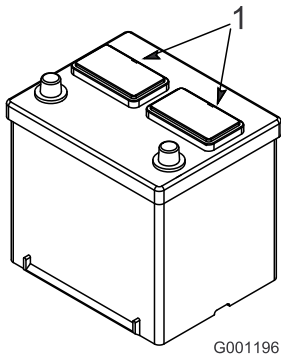

Figure 3
- Nettoyez le dessus de la batterie puis retirez les bouchons d'aération (Figure 3).